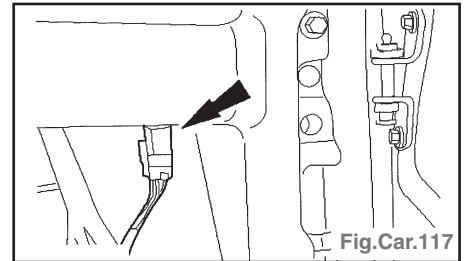

Fig.Car.117
- Débrancher le connecteur (Fig.Car.117).